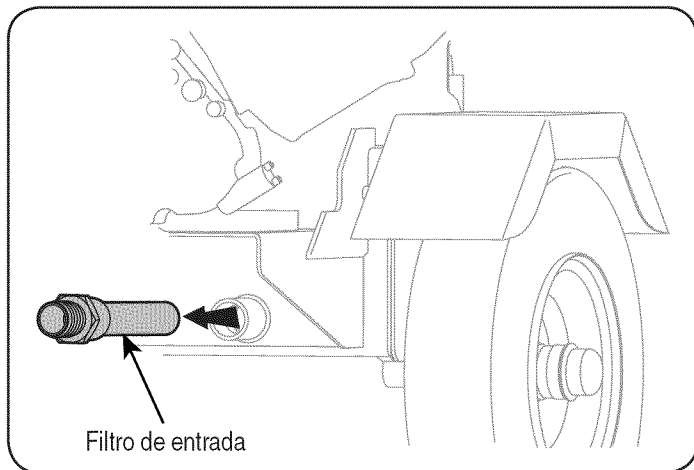

Figura 19
3. Con mucho cuidado desenrosque el filtro de entrada y límpielo con aceite penetrante. Vea la Figura 19.